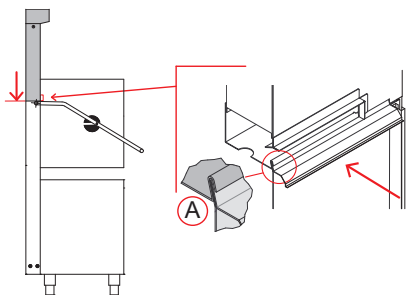

Fig. 14
- Controllare il corretto incastro del profilo (vedi Fig. 14 - particolare A).